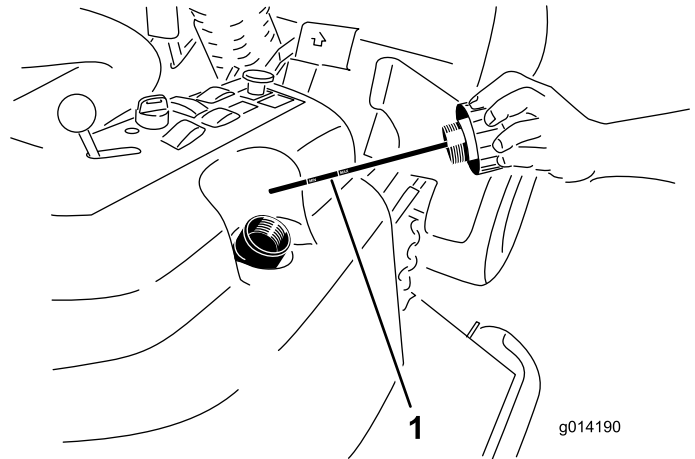

Figure 52
2. Enlevez le bouchon (Figure 52) du goulot de remplissage du réservoir hydraulique.
3. Retirez la jauge et essuyez-la sur un chiffon propre (Figure 52).
4. Vissez la jauge dans le goulot de remplissage, ressortez-la et vérifiez le niveau de liquide (Figure 52).